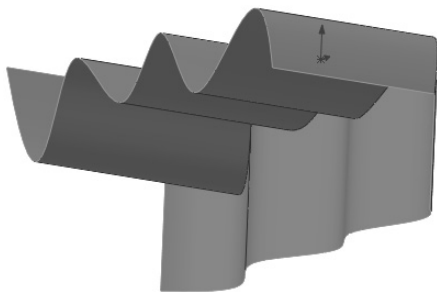

图 9-48 保留选择的剪裁图形 2
3) 单击（确定）按钮，生成剪裁曲面。保留选择的剪裁图形如图 9-48 所示。